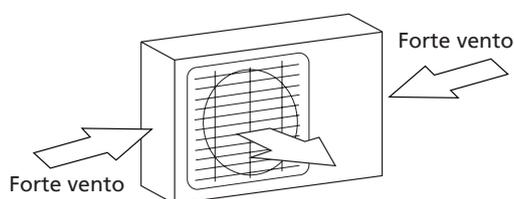

Fig. 5.1
- ☑ Se la posizione di installazione è esposta a forte vento (ad esempio in prossimità della costa), l'unità deve essere appoggiata contro la parete in modo che risulti protetta dal vento. Se necessario, usare barriere frangivento (o similari) (Fig. 5.1 e 5.2)